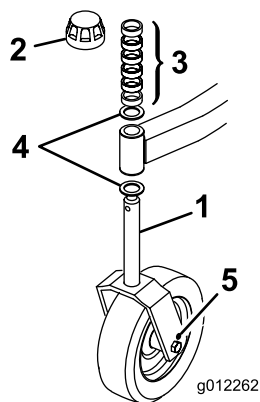
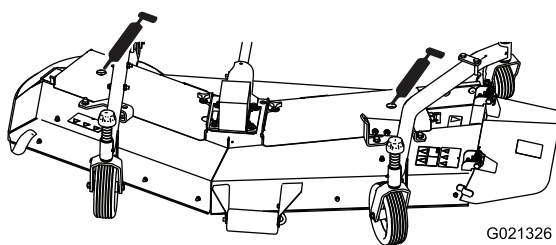

Figure 14
Figure 18
Remarque: L'aspect de la pelouse peut être optimisé aux hauteurs de coupe inférieures en abaissant l'arrière du plateau de coupe. Pour ce faire, placez les essieux des roues pivotantes arrière dans le trou supérieur des fourches des roues pivotantes (Figure 14). Placez les essieux dans les trous inférieurs des roues pivotantes pour les hauteurs de coupe plus élevées quand l'aspect de la coupe n'a pas besoin d'être optimal.
2. Enlevez le chapeau de tension de l'axe de pivot. Glissez l'entretoise sur le pivot pour obtenir la hauteur de coupe voulue (Fig. 18 et 19). Placez une rondelle (Figure 14) sur l'axe de pivot.
3. Poussez le pivot de la roue dans le bras de pivot avant, montez l'autre rondelle de poussée et les entretoises restantes sur le pivot, puis posez le chapeau de tension pour fixer l'ensemble (Figure 14).
- Roulements d'axes de lames - -2 (Figure 18)